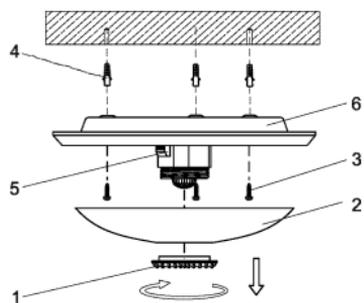

Рисунок 2
5.4 Монтаж светильника приведен на примере светильника ДПБ 9001 (рисунок 2, Приложение А):